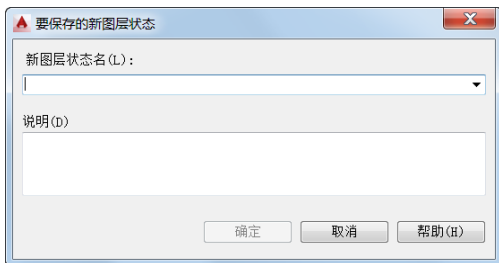
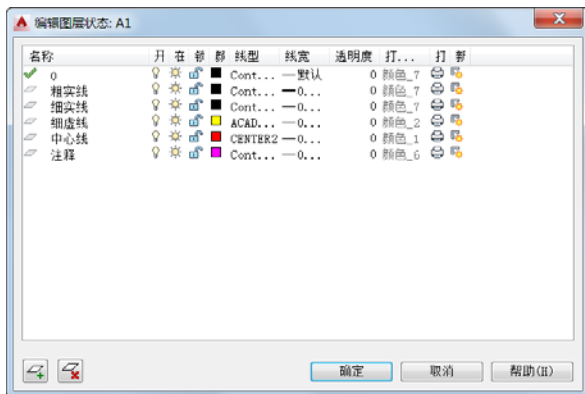

图 6-28 “要保存的新图层状态”对话框
图 6-29 “编辑图层状态：A1”对话框
- (1) “图层状态”列表框：在该列表框中列出图形中已保存的图层状态。
- (2) “不列出外部参照中的图层状态”复选框：该复选框用来控制是否显示外部参照中的图层状态。
- (3) “新建”按钮：单击该按钮，则打开图 6-28 所示的“要保存的新图层状态”对话框，从中输入新图层状态的名称和说明，从而创建新的图层状态。
- (4) “保存”按钮：用于保存选定的命名图层状态。单击该按钮，将图形中的当前图层设置保存到选定的图层状态，从而替换以前保存的设置。另外，此操作还可保存默认的“要恢复的图层特性”设置。
- (5) “编辑”按钮：单击该按钮，则打开图 6-29 所示的“编辑图层状态：A1”对话框，从中可以修改选定的命名图层状态。